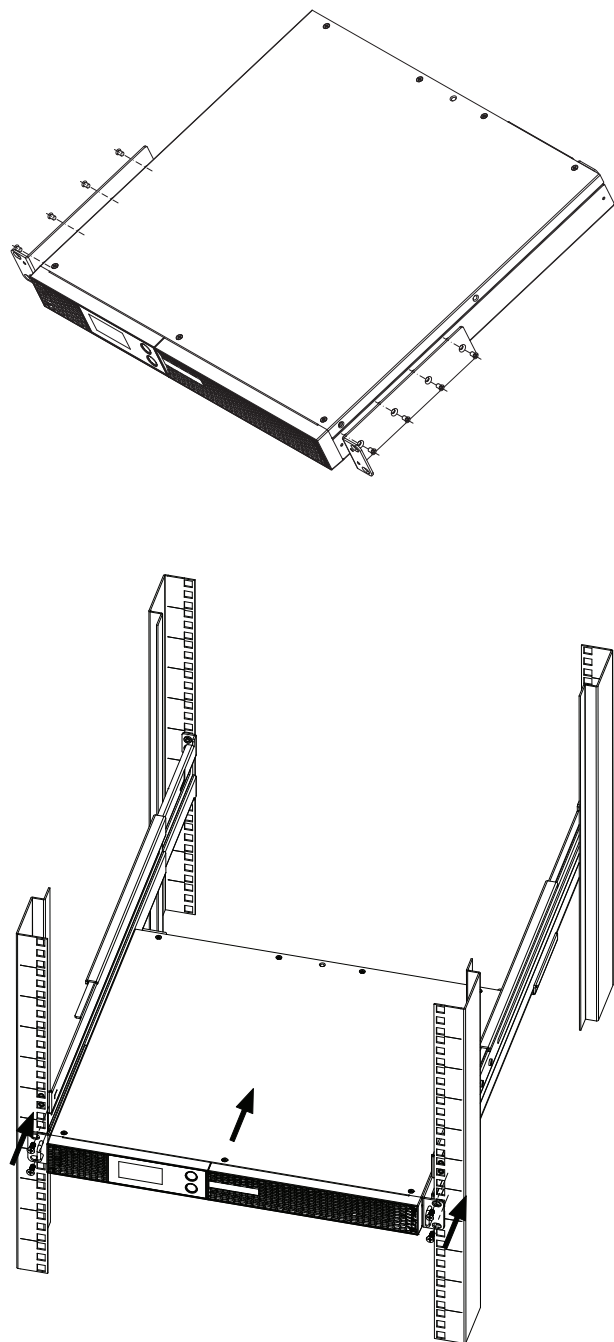

Fig. 7. Montagem SPS ADVANCE R em armário 19".
- Proceda do seguinte modo (ver Fig. 7):